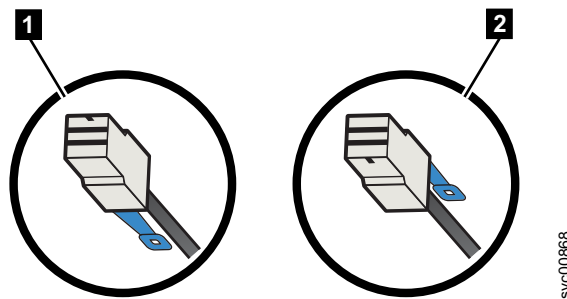

Abbildung 42. Ausrichtung des SAS-Kabelsteckers
- Wenn Sie ein Erweiterungsgehäuse anschließen, muss sich die blaue Haltezunge unter dem Kabel befinden ( **1** in Abb. 42).
- Wenn Sie eine 2145-SV1-Einheit anschließen, muss sich die blaue Haltezunge über dem Stecker befinden ( **2** in Abb. 42).